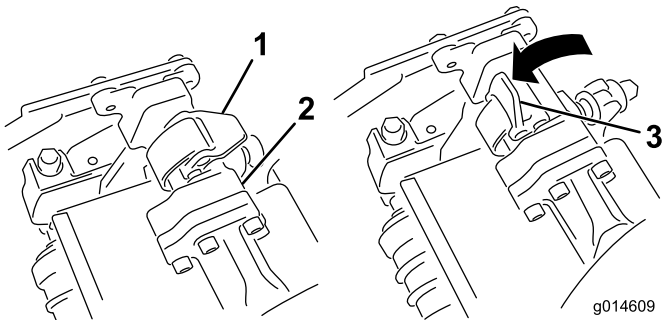

**Figura 11**
3. Per installare l'apparato di taglio centrale, sollevate il poggiapiedi e ruotatelo, per consentire l'accesso alla posizione dell'apparato di taglio centrale. (Figura 11)